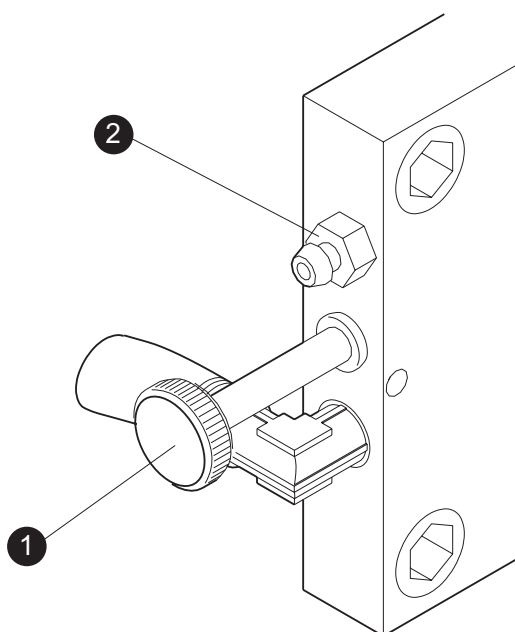

Fig. 3 / Abb. 3
Per la regolazione della frenata del martinetto in apertura ed in chiusura agire sulle due manopole (part. 1 fig.3).
Pour le réglage du freinage du vérin en ouverture et en fermeture, agir sur les deux poignées (détail 1 fig. 3).
Para la regulación del frenado del martinete en apertura y cierre actuar sobre las dos manoplas (detalle fig. 3).
Use the two knobs (part 1 fig. 3) to adjust braking of the jack during opening and closing.
Für die Regulierung der Bremsung der Winde bei der Öffnung und der Schließung sind die beiden Drehknöpfe zu betätigen (Detail 1, Abb. 3).
Om de remkracht van de cilinder tijdens het openen en het sluiten te regelen moet u aan de beide knoppen (detail 1, fig. 3) draaien.
3. Spurgare l'aria aprendo una delle due valvole fino a che esca solo olio (part. 2 fig. 3)
3. Purger l'air, en ouvrant une des deux soupapes, jusqu'à ce que de l'huile ne sorte (détail 2 fig. 3).
3. Evacuar el aire abriendo una de las válvulas hasta que salga solo aceite (detalle 2 en la fig. 3)
3. Bleed by opening one of the two valves until just oil comes out (part 2 fig. 3).
3. Die Luft durch Öffnen einer der beiden Ventile ablassen bis nur noch Öl austritt (Detail 2, Abb. 3).
3. Laat de lucht ontsnappen door één van de beide ventielen open te doen totdat er alleen olie uitstroomt (detail 2, fig. 3).